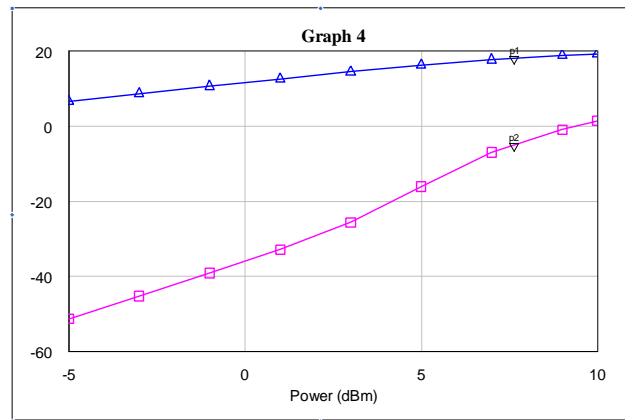

Рис.6
2.3.6 Рассчитать и вывести на график динамические характеристики при двухчастотном воздействии. Примерный вид характеристики показан на Рис.6